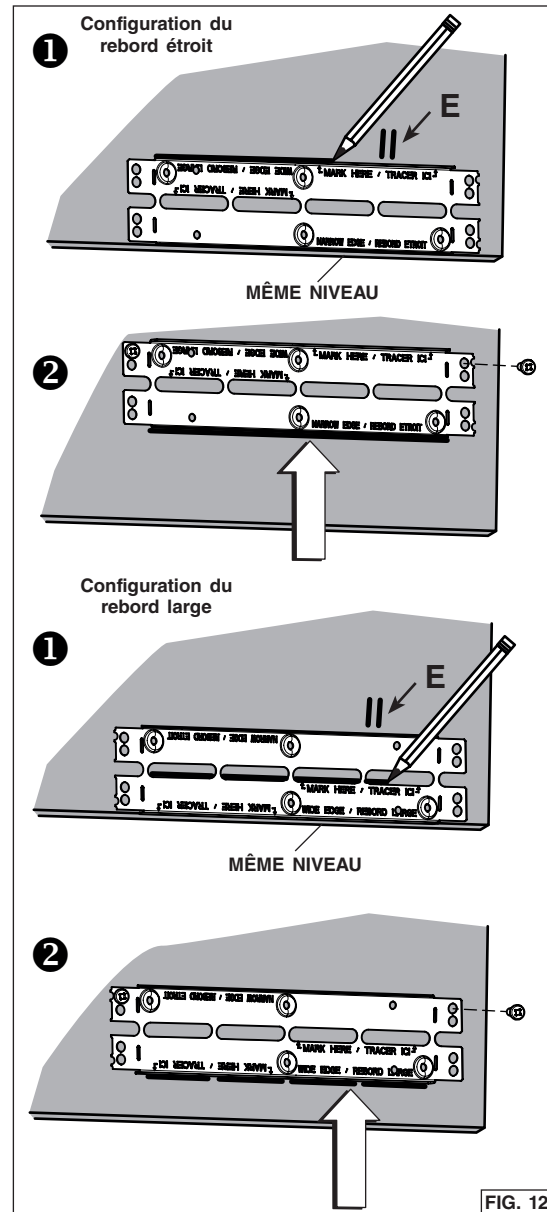

FIG. 12
5. Repérer l'emplacement des crochets *Ease of Install* sur l'appareil (distance donnée à partir du rebord avant, FIG. 11). Mesurer et marquer, sur les deux côtés de l'armoire, l'emplacement des crochets *Ease of Install* (illustré en E dans la FIG. 12 en page suivante).
6. Installer les supports d'armoire comme suit (FIG. 12):
- ❶ Placer le support au même niveau que le bas du panneau droit de l'armoire, en centrant la marque de l'emplacement des crochets (**E**) entre les trous en relief inférieurs. Pour la configuration du rebord étroit, tracer une ligne sur le dessus du support. Pour la configuration du rebord large, tracer une ligne à la base des fentes centrales.
- ❷ Monter le support au même niveau que la ligne tracée. Fixer le support au panneau de côté de l'armoire à l'aide de 2 vis à bois n° 8 x 5/8 po (incluses dans le sac de pièces) dans les trous supérieurs.